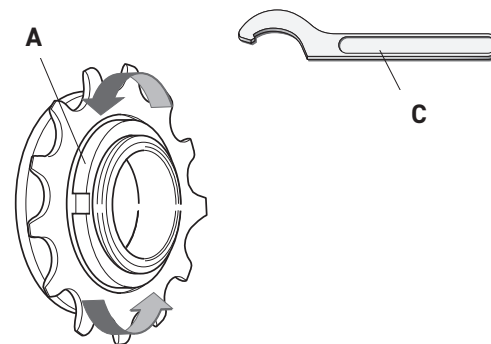

Fig. 9
- Serrer la bague (A - Fig. 9) en utilisant une clé à ergot pour écrou de serrage (C - Fig. 9).